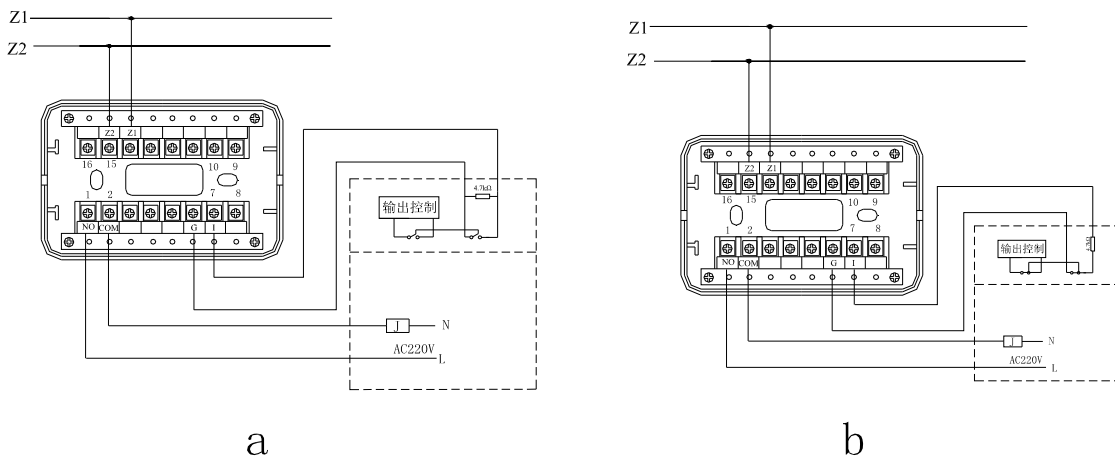

图 2-73
(1) 当 AC220V 电压由被控设备提供时，模块与被控设备的接线示意图如图 2-73 所示（图 a 中模块输入检线方式为常开检线，图 b 中模块输入检线方式为常闭检线）。